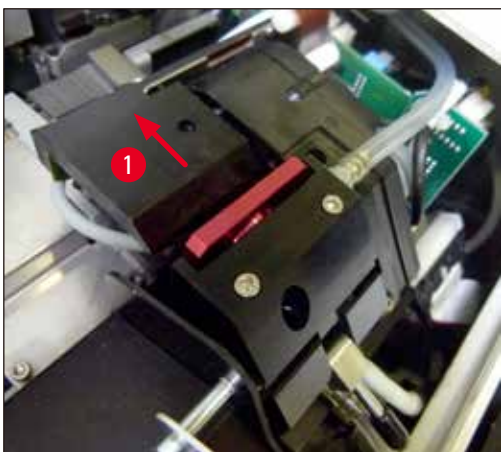

図 51
2. 印字ヘッド (→「図 51-1」) が上方に、シールリップから約 1 cm 離れた位置まで移動します (→「図 51」)。